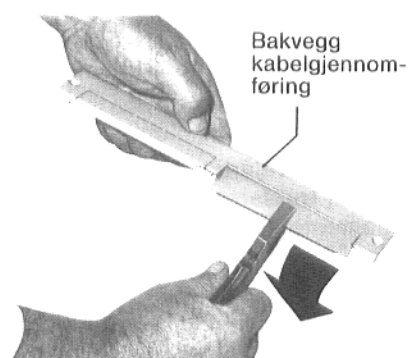

Fig. 16
9.4 Nødvendige kabelgjennomføringer kan brykkes ut (Fig. 16).